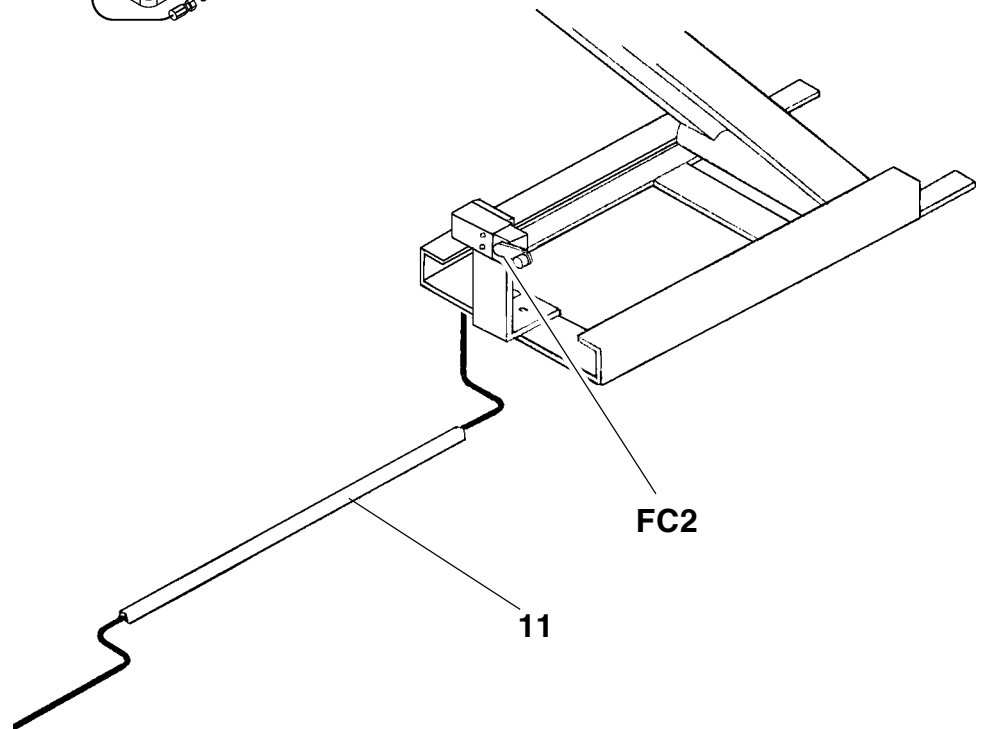

Fig. 28
Collegare i cavi presenti in centralina alle elettrovalvole **EV4, EV5, EV6, EV7, EV8** ai pressostati **CP1, CP2**, (vedi Fig.28).
Connect the cables in the control unit to the solenoid valves **EV4, EV5, EV6, EV7, EV8** to the pressure gauges **CP1, CP2**, (see Fig. 28).
(siehe Abb. 28). Den Mikroschalter **FC2** unter der Fahrbahn **P1** positionieren, das Kabel in die Kabelführung verlegen (**11**) und an die Klemmleiste im Schaltschrank anschliessen (siehe Abb. 26). Die Kabelführung über die dazu vorgesehenen Dübel am Fussboden verdübeln. Nun die Fahrbahn **P2** im Grubeninnern positionieren und die auf Abb. 21 angegebenen Masse einhalten, speziell die Quote 870+3/0 zwischen den Fahrbahnen, indem die Unterlegscheiben (**2**) unter die Einstellschrauben (**1**) des Grundrahmens gelegt werden.
électrovalves **EV4, EV5, EV6, EV7, EV8** aux pressostats **CP1, CP2**, (voir Fig. 28). Positionner le microrupteur **FC2** sous le chemin de roulement **P1**, introduire le câble dans le cheminement (**11**) et le raccorder à la barrette de connexion située dans le pupitre de commande (voir Fig. 26). Fixer le cheminement au sol au moyen des vis tamponnées spéciales. Positionner maintenant le chemin de roulement **P2** à l'intérieur de la fosse, en respectant les mesures indiquées à la Fig. 21 et, d'une manière particulière, la cote 870+3/0 entre les chemins de roulement en introduisant les cales (**2**) sous les vis de réglage (**1**).
**CP1, CP2**, (ver Fig. 28). Coloque el microinterruptor **FC2** debajo de la plataforma **P1**, enfilare el cable en el conducto (**11**) y conectarlo al tablero de bornes del panel de mando (ver Fig. 26). Fije el conducto en el suelo con los tacos apropiados. A continuación, coloque la plataforma **P2** en el interior del foso, respetando las medidas indicadas en la Fig. 21 y en particular la cuota 870+3/0 entre las plataformas, poniendo los espesores (**2**) debajo de los tornillos (**1**) de ajuste de las bases.